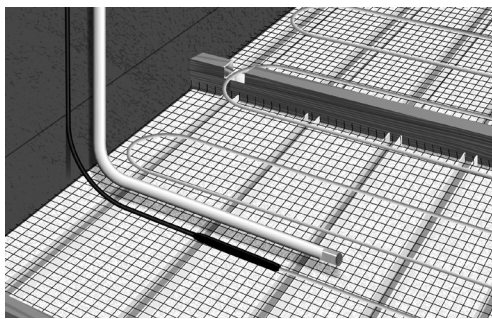

Fig. 17. Placera och fäst det tomma röret mellan två kablar
8. Installera ett tomt rör för golvgivaren. Se till att det tomma rörets ände ligger på samma nivå som värmekabeln och mellan två slingor, ca 50 cm från väggen. Försegla det tomma rörets ände. (Fig. 17).